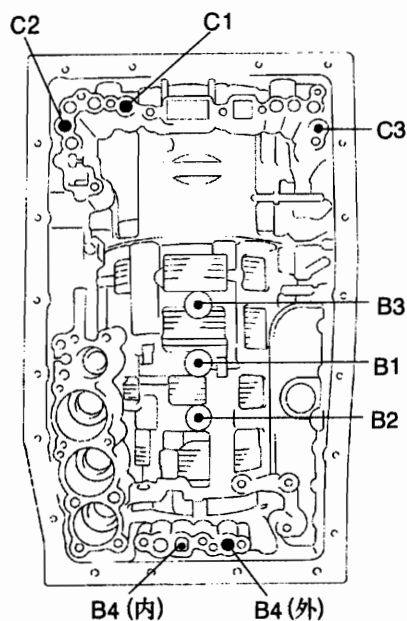
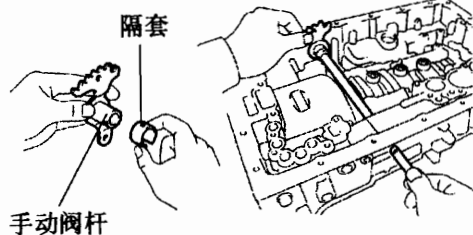

图 12-1-85
图 12-1-86
(33) 检查各个活塞工作情况。如图 12-1-85 所示, 将压缩空气吹入油孔, 检查活塞的工作噪声。注意: 在检查超速挡直接离合器时, C3 蓄能器活塞孔应该关闭。若没有声音, 则应解体并检查 2 号离合器 (C2)、3 号离合器 (C3)、1 号离合器 (C1)、3 号制动器 (B3)、1 号制动器 (B1)、2 号制动器 (B2)、4 号制动器 (B4) 的安装情况。
(34) 安装手动阀杠杆分总成。
①如图 12-1-86 所示, 将新的隔套安装到手动阀杠杆上。穿过手动阀杠杆, 将手动阀杠杆轴安装到变速器壳上。